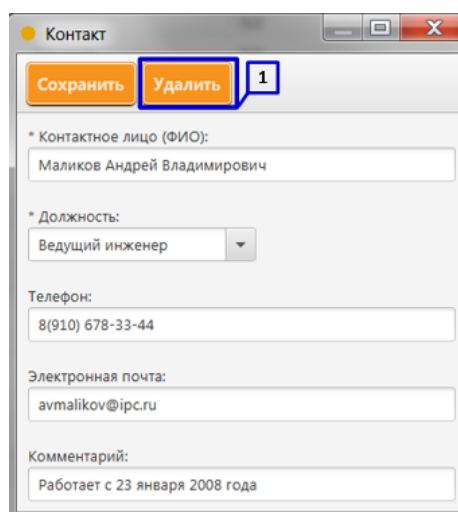

Рисунок 14. Удаление контакта
14. Для того, чтобы удалить контакт, откройте карточку контакта и нажмите клавишу «Удалить» (Рисунок 14 пункт 1).